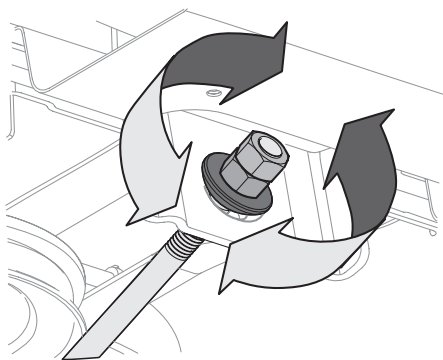

Figure 26
4. Pour **relever** l'avant du plateau de coupe, desserrez l'écrou supérieur, puis serrez l'écrou inférieur (tournez vers la droite). Voir Figure 26. Après avoir effectué le réglage approprié, serrez l'écrou à un couple de 25 à 30 pi-lb (34 à 41 N-m).
5. Pour **abaisser** l'avant du plateau de coupe, desserrez l'écrou supérieur, puis desserrez l'écrou inférieur (vers la gauche). Voir Figure 26. Une fois le réglage approprié effectué, serrez l'écrou supérieur.